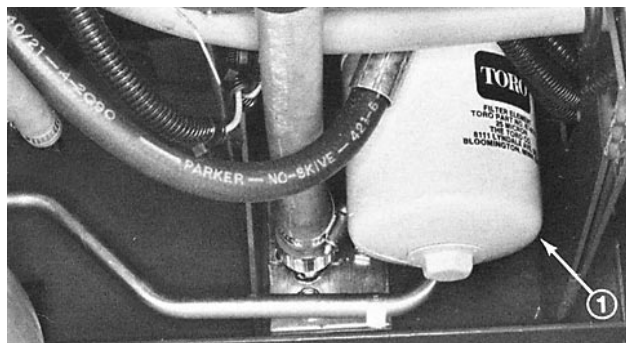

Fig. 25
4. Togliere il filtro dell'olio (Fig. 25), situato sotto la base della plancia, e gettare il filtro. Pulire accuratamente la superficie di supporto del filtro, e montare una guarnizione nuova nel nuovo filtro.